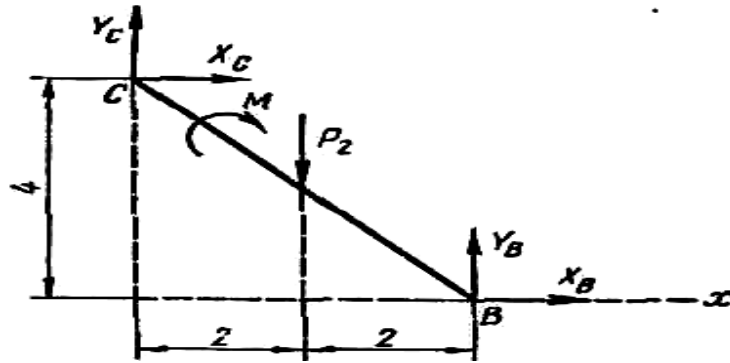

Рис.3
Уравнение (3), содержащее два неизвестных, не позволяет определить их числовые значения. Рассмотрим теперь систему уравнивающих сил, приложенных к правой части конструкции (рис. 3).